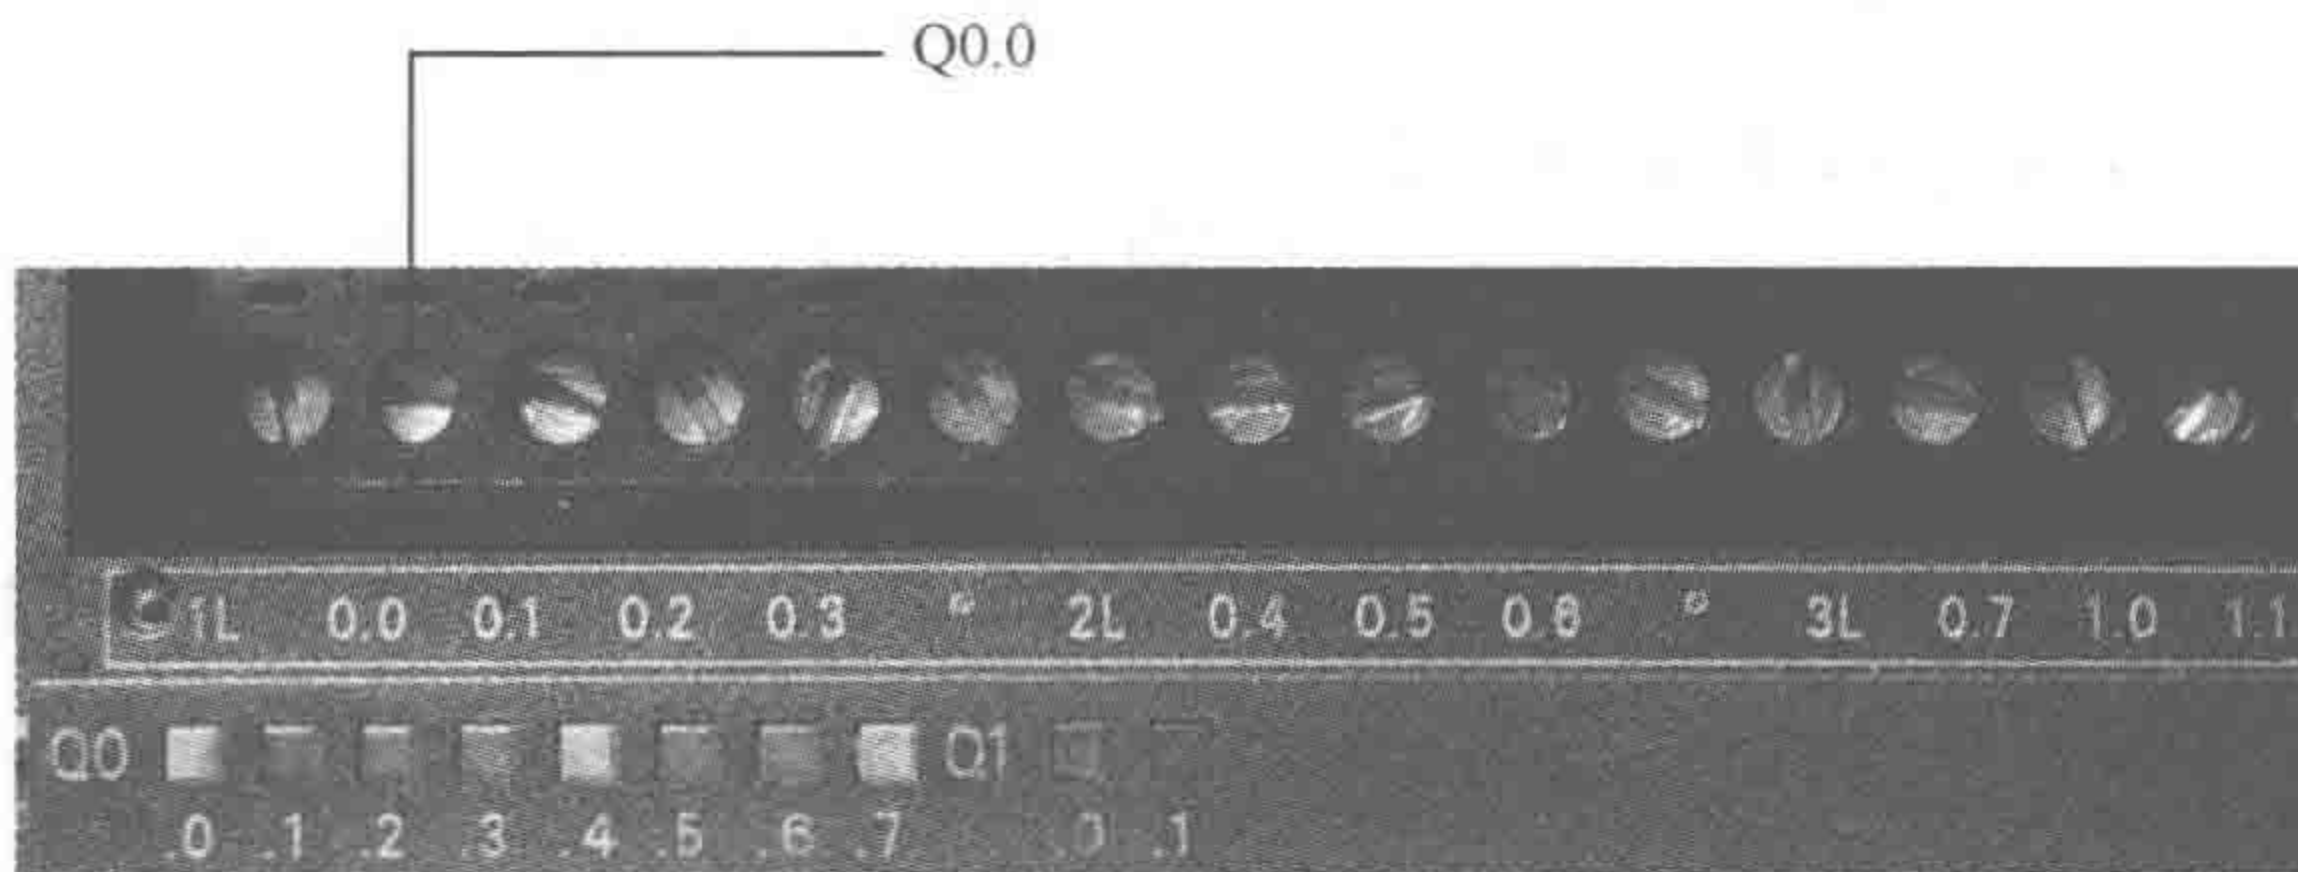

图 1-1-11 Q0.0 的物理输出点
(1) 位: Q[字节地址”, [位地址”, 例如: Q0.0(图 1-1-11)。
(2) 字节、字或双字: Q[数据长度”, [起始字节地址”, 例如: QB0。